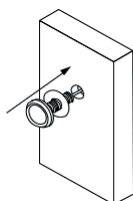

fig. 1
3. Din exteriorul ușii, introduceți camera exterioară și placa de cauciuc mai mare în deschidere și trageți cu grijă cablul (fig. 1).